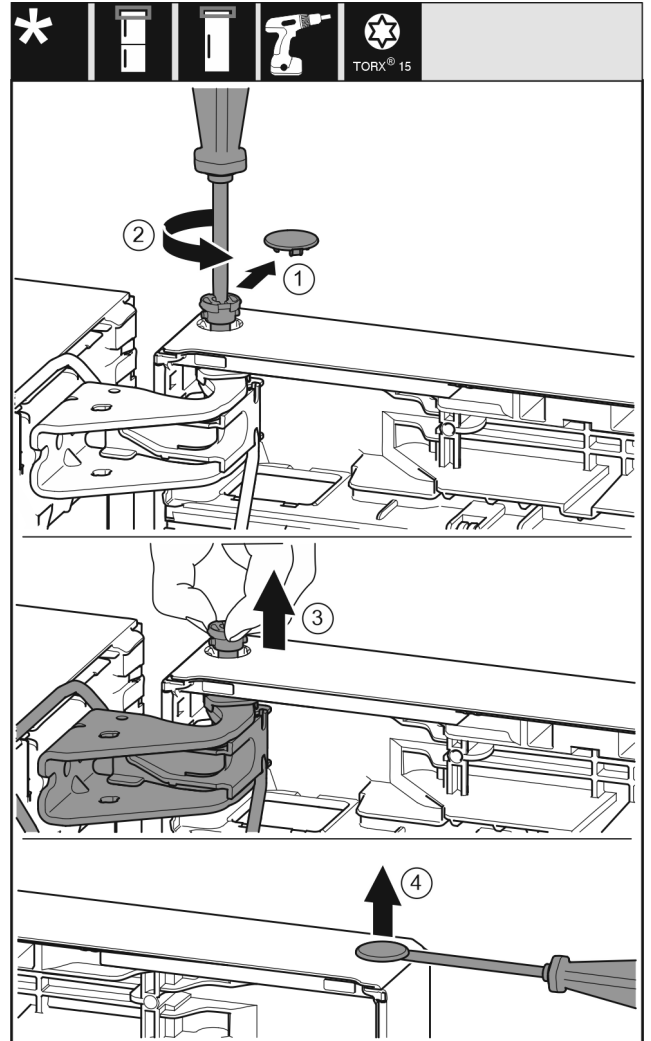

Fig. 10
- ▶ Обережно зніміть запобіжну кришку. Fig. 10 (1)
- ▶ Трохи викрутіть гвинт за допомогою викрутки T15. Fig. 10 (2)
- ▶ Притримуйте дверцята і витягніть палець руками. Fig. 10 (3)
- ▶ За допомогою шліцевої викрутки обережно підійміть пробку із опорного втулка дверцят та витягніть її. Fig. 10 (4)